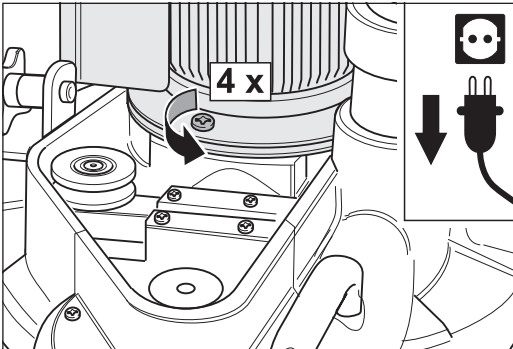

Abb. 98 Die vier Befestigungsschrauben des Motors entfernen.
- 13 Entfernen Sie die vier Schrauben zur Befestigung des Motors am Maschinengehäuse (Abb. 98).